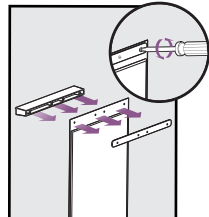

FIG. 17
4. Sätt i den nya vinyluckan och placera i den horisontellt och vertikalt så att den passar i dörramen. Sätt tillbaka befintlig panel och dra åt skruvarna (**Fig. 17**).